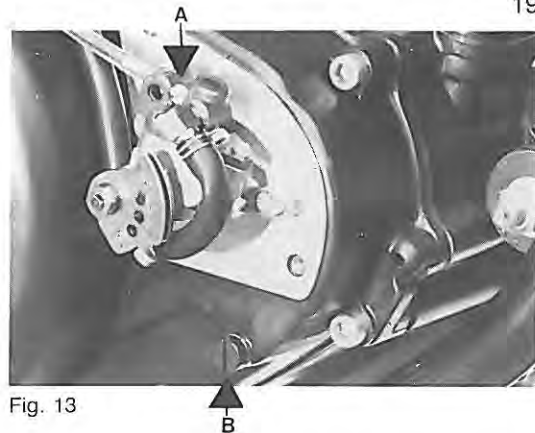

Fig. 13
Controllare periodicamente che togliendo la vite di livello sul carter destro (**Fig. 13 - POS B**) fuoriesca una piccola quantità d'olio.
- d) svitare la vite di spurgo (**Fig. 13 - POS A**) e allo stesso tempo aprire completamente la leva di comando della pompa fino a far defluire l'olio, quindi serrare la vite stessa